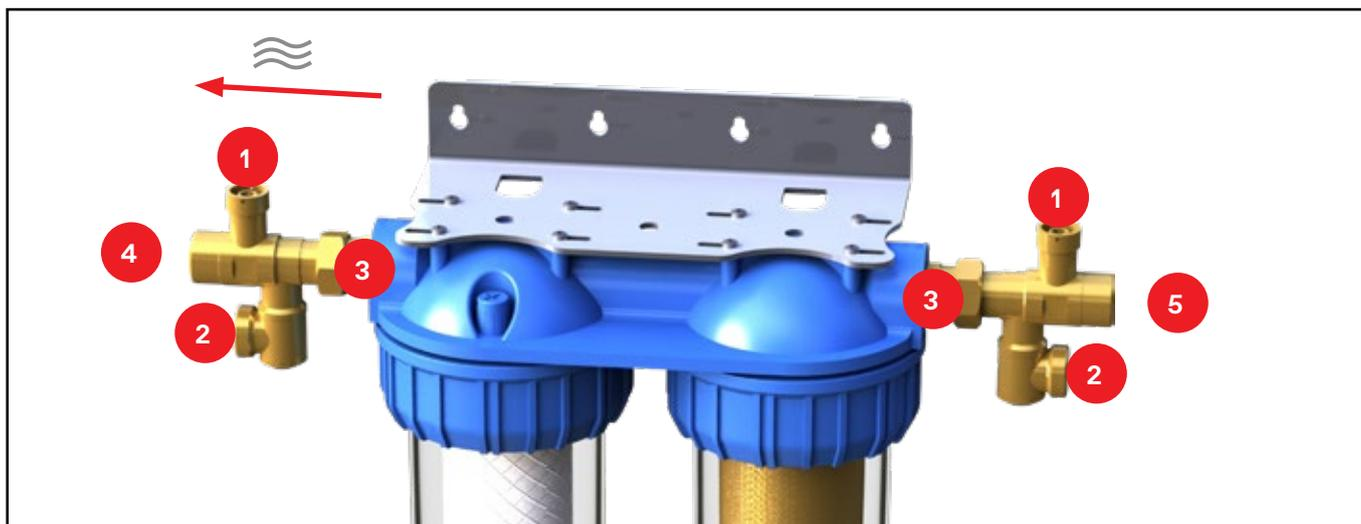

Abbildung 8: Montage Wartungseinheit
LEGENDE ABB. 8
Die bauseitige Absperrung (5) vor dem MWE und die Absperrung am MCF (1) schließen. Anschließend den Druck an den Entleerungen (6) und (7) abbauen (siehe Abbildung 8).